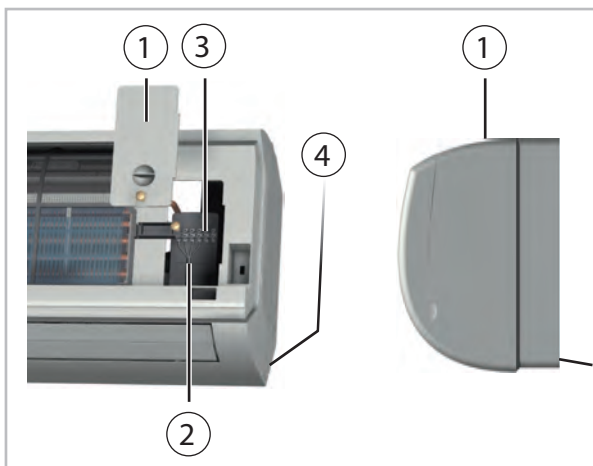

Fig. 41: Branchement de l'unité intérieure
2. ➤ Desserrez les capots sur le côté droit (Voir la Fig. 41).
3. ➤ Raccordez la conduite de commande côté client sur les bornes (Voir la Fig. 41).